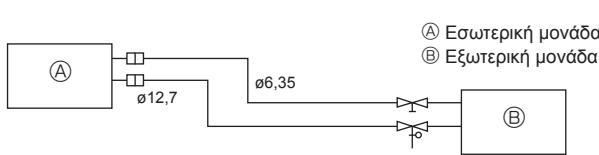

Fig. 5-2
- (1) Ο παρακάτω πίνακας παρουσιάζει τις προδιαγραφές των αγωγών που διατίθενται στο εμπόριο. (Fig. 5-2)